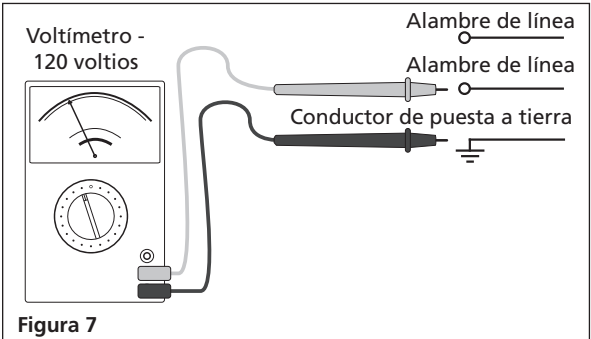

Figura 7
- Revise la fuente del cableado antes de continuar con la instalación. Confirme el voltaje con un voltímetro de fase a tierra (consulte la figura 7).